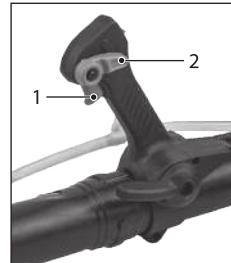

Рис. 26
4. Нажмите на курок газа 1 (рис. 26) и приступайте к работе.